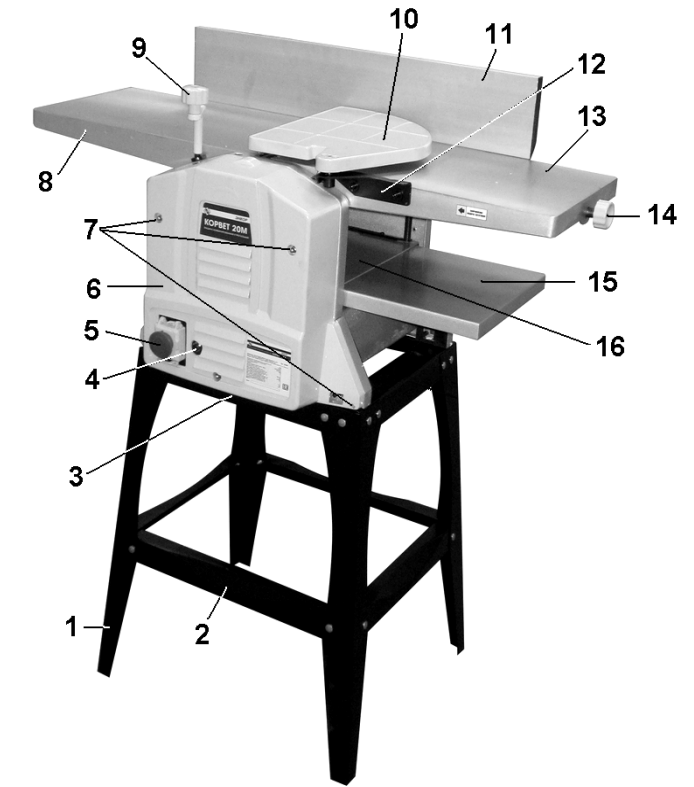
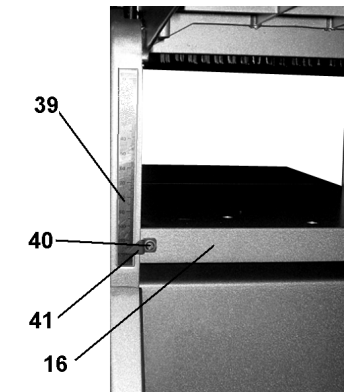

Рис. 2
Рис. 12
9.1. Установка станка (Рис. 2)
9.2.1. Как показано на Рис.2; 5, установите и закрепите направляющую планку (11).
9.2.4. При оборудовании станка для выполнения строгания установите защитную планку (10) в держатель (12). Проверьте правильность работы защитной планки (10), т.е. пружинный механизм защитной планки должен закрывать часть строгального вала, не принимающего участия в обработке заготовки, Рис.2.
Внимание: Ручка (9) не закрепляется, поэтому устанавливается на момент непосредственной регулировки высоты рабочего стола (16). Выполнение любых операций на станке производится со снятой ручкой (9), Рис. 2, 7.
11.5. Скорость подачи заготовки обеспечивается ручным усилием оператора. При этом учитывайте ширину и глубину строгания, степень влажности, плотности и однородности древесины. Прижимая заготовку к столу подачи (13), подавайте её вперед, навстречу направлению вращения строгального вала, Рис.2, 13. Подавайте заготовку с равномерной скоростью. Любая остановка заготовки образует неровность или ступень на обрабатываемой поверхности заготовки. В целях собственной безопасности защитная планка (10) должна закрывать часть строгального вала (ножей), не используемого при строгании.
11.6. Переоборудуйте станок для выполнения строгания в размер по высоте (рейсмус) (см. пункт 9.2.). Ручкой (9), Рис.2, по шкале (39) установите рабочий стол (16), Рис.12, в положение, соответствующее максимально толстому участку заготовки, после чего установите глубину строгания.
11.7. Заготовку подавайте обработанной (строганной) стороной вниз по поверхности рабочего стола (16) (со стороны приёмного стола (8)) до момента захвата заготовки протяжными роликами (автоматическая подача); по необходимости поддерживайте заготовку, не форсируя и не замедляя скорость прохождения заготовки, Рис.2.
12.1. Отсоедините вилку шнура питания станка от розетки электросети. Демонтируйте направляющую планку (11) и защитную планку (10), Рис.2, снимите патрубок пылесборника (30), Рис.7.
Предварительно установите ножи (43) в самом нижнем положении. Ножи (43) и прижимные пластины (44) аккуратно установите в пазы строгального вала (42), вращая винты (45) крепления прижимной пластины против часовой стрелки, Рис.12.